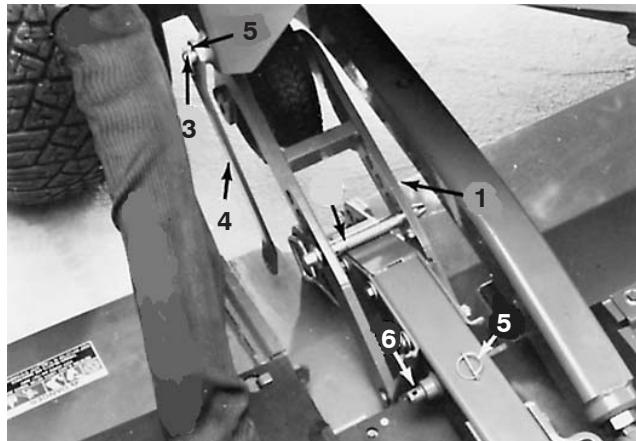

Figure 62
- Posez la biellette d'inclinaison sur la soudure à droite du groupe de déplacement et fixez-la en place avec la goupille "klik". Placez la biellette de sorte qu'elle ne gêne pas le plateau de coupe quand il est relevé. Gardez la goupille "klik" restante à portée de main pour fixer l'autre extrémité de la biellette à la soudure du bras du plateau de coupe (Fig. 62).